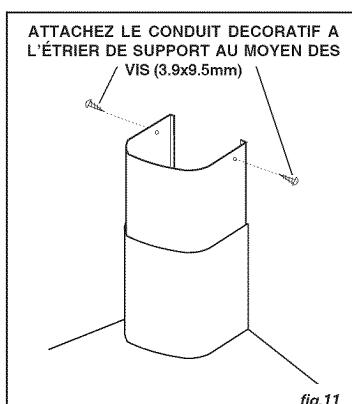

fig.11
5. Soulevez le carneau supérieur jusqu'à ce que ses trous soient alignés avec les trous du support de fixation du carneau (situé au plafond). Fig.11
6. Fixez le carneau au moyen de deux (2) vis de montage (3.9x9.5mm). Fig.11